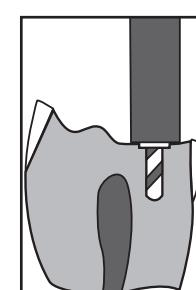
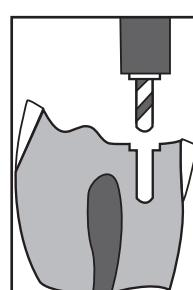

Figure 5
Figure 6
- Complete channel preparation to full depth (colored drill shank acts as stop) (**Fig. 5**). The MAX Depth Limiting Drill automatically creates the correct counter bore for the MAX shoulder stop (**Fig. 6**).
- Kanal bis zur vollen Tiefe inklusive dem Schulterstop aufzubereiten (**Abb. 5**). Der Max Pin Stufenbohrer fertigt automatisch die Versenkung für den MAX Pin Schulterstop (**Abb. 6**).